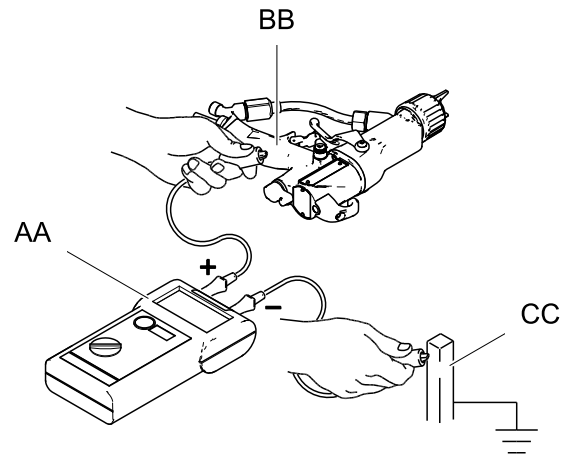

Figure 16 Verificar a ligação eléctrica à terra da pistola
O megaohmímetro, Ref. 241079, (AA, consulte a Fig.16) não foi aprovado para utilização em locais perigosos. Para reduzir o risco de faísca, não use o megaohmímetro para verificar a ligação eléctrica à terra a menos que:
2. Desligue (O) o interruptor LIG/DESL ES.
6. Meça a resistência entre o punho da pistola (BB) e uma ligação à terra verdadeira (CC). Use uma tensão aplicada de um mínimo de 500 para um máximo de 1000 volts. A resistência não deve exceder 1 megaohm. Consulte a Fig. 16.